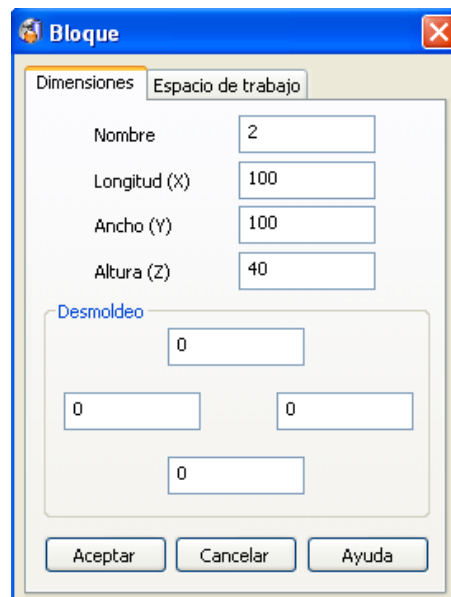

Figura 2.58 Modificar dimensiones.
- De la Barra de Herramientas Superficies , seleccionar Bloque Primitivo . Escribir en la casilla Introducir comando , pulsar Intro. Pulsar Esc. Hacer doble clic sobre el bloque para abrir el formulario Bloque, modificar las dimensiones Longitud (X) a 100, Ancho (Y) a 100 y Altura (Z) a 40 (Figura 2.58), clic en Aceptar.